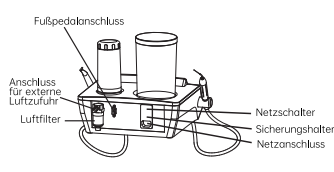

Abbildung 2 Rückansicht
- 2.6.6. Schalten Sie den Netzschalter aus, verbinden Sie das Netzkabel mit der Rückseite der Haupteinheit und dann mit der Stromquelle (siehe Abbildung 2).